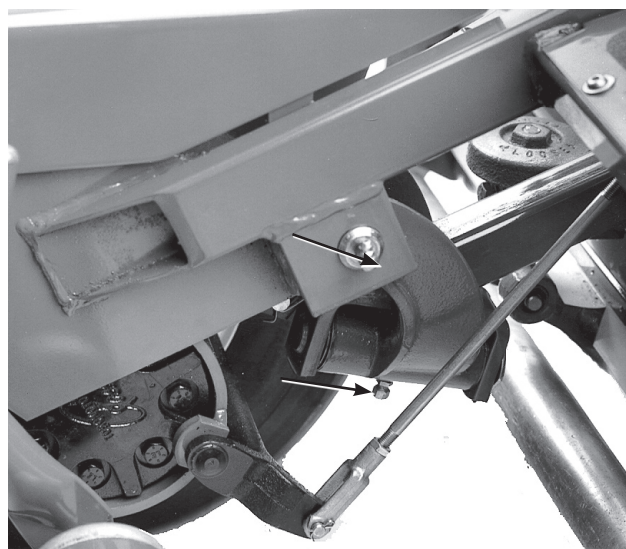

図 29
- 昇降アームのピボット (3か所) とピボット・ヒンジ (3か所) (図29)